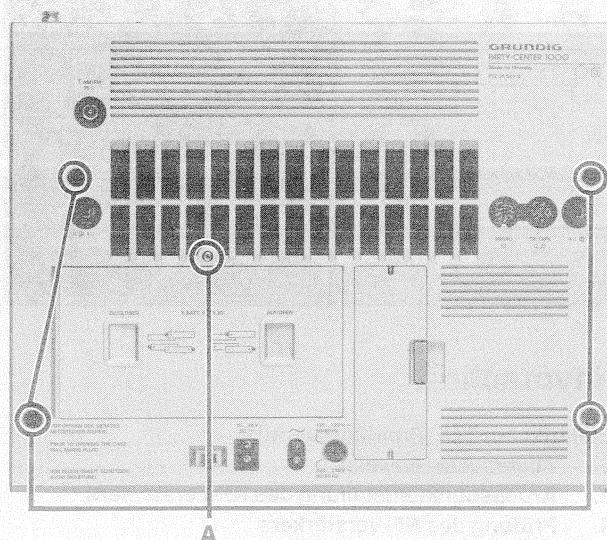

Abb. 1
1. Abnehmen der Rückwand (Abb. 1)